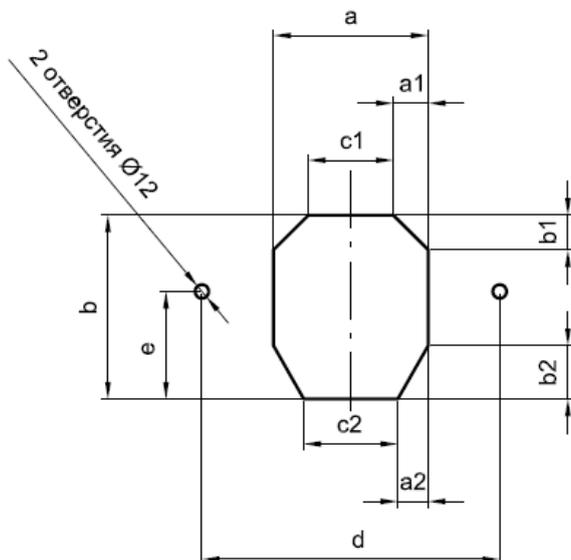

Рис.6 Размеры монтажного и крепежных отверстий для различных моделей горелок (в миллиметрах)
8.1. Подготовить котел к монтажу горелки, в т.ч. выполнить монтажное (для туннеля) и 2 крепежных (для болтов) отверстия на монтажной поверхности в соответствии с размерами, указанными на рис. 6.